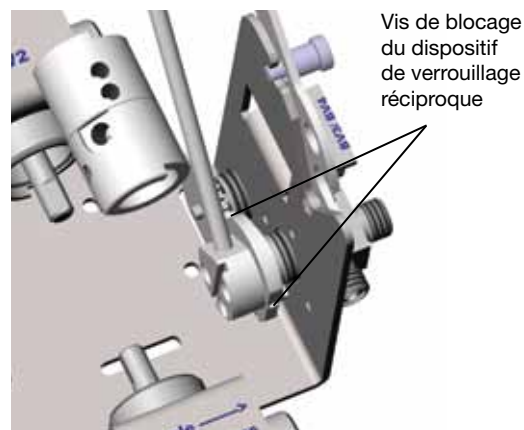

Fig. 5
- Desserrez les vis de blocage du dispositif de verrouillage réciproque. Fig. 5.